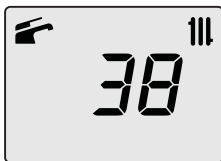

Рисунок 2.4
- На ЖК-дисплее будет показана температура котла (первичный контур) и символы  и  (Рисунок 2.4).